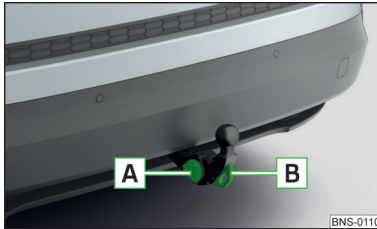

Abb. 324
- › Die Abdeckkappe der Steckdose aufklappen und den Stecker des Anhängers (des Zubehörs) in die 13-polige Steckdose **A** einstecken » Abb. 324. (Wenn der Anhänger/das Zubehör über einen 7-poligen Stecker verfügt, ein entsprechendes Reduktionsstück aus dem ŠKODA Original Zubehör verwenden).